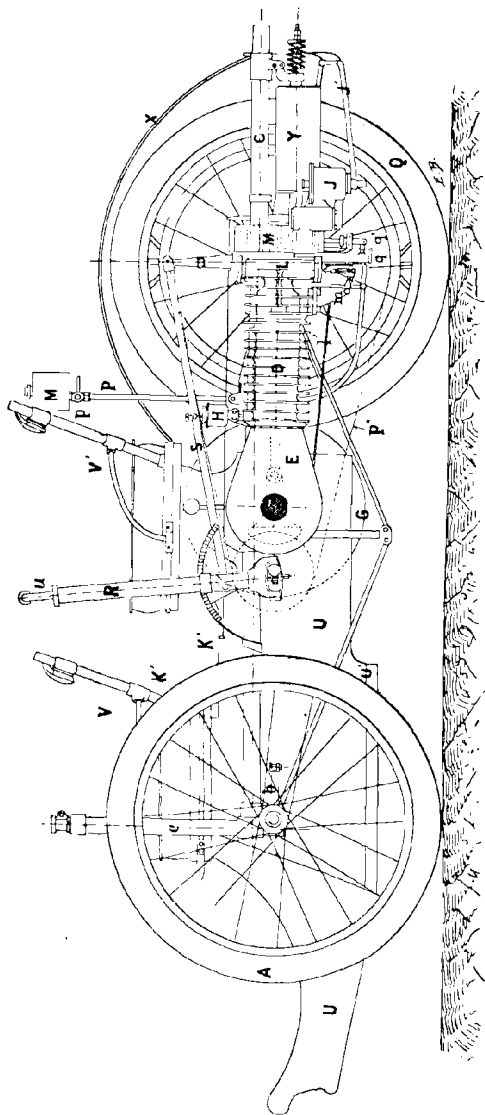

Fig. 34. — Voiturette Bollee. Élévation latérale.
*Légendes des figures 34 à 44.***DIRECTION**